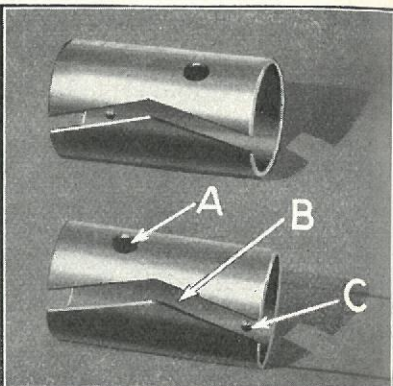
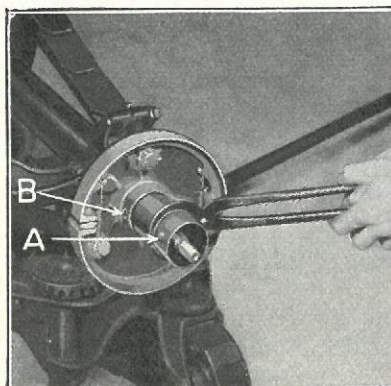

Fig. 355
Fig. 356
- 636** Rullelejbøsningerne er fremstillede som »højre« og »venstre« Bøsninger. Ved Indsætningen maa det paases, at de vendes rigtigt, saa Smørehullet i Bøsningen (Fig. 355-A) kommer over Aabningen »B«, og at Laaseknasten »C« vendes udad. Forvis Dem — ved Indsætningen af Bøsningen i Huset — om, at Bøsningens Laaseknast (Fig. 356-A) gaar ind i Hullet »B« i Akselhuset. Dette forhindrer enhver Mulighed for, at Bøsningen kan dreje rundt eller glide i Huset.